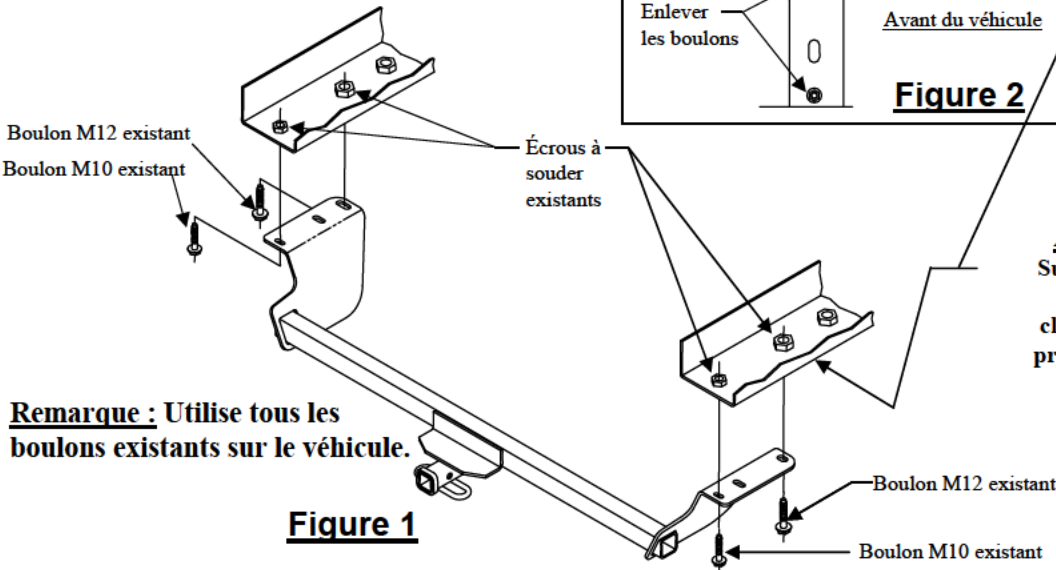

Figure 1
3. Raise hitch into position as shown in Figure 1 and attach with existing bolts removed in step 2. Hand tighten.
3. Soulever l'attelage en position comme illustré à la figure 1 et le fixer à l'aide des boulons existants enlevés à l'étape 2. Serrer à la main pour l'instant.